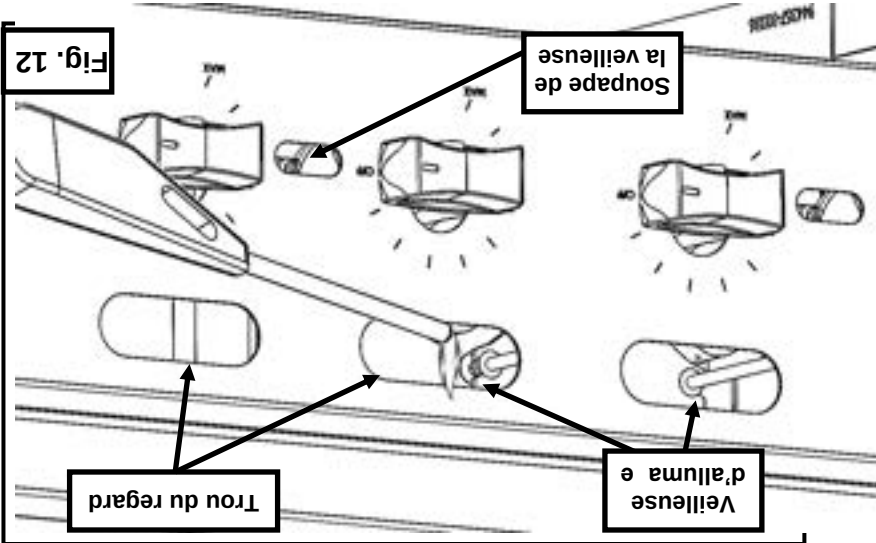

Fig. 12
- 3. Allumez chaque veilleuse à l'extrémité de la source d'ignition par trou d'accès au pilote à l'avant du gril et allumez la veilleuse (Fig. 12). L'extrémité de la source d'ignition doit avoir au moins 7 mm de long.